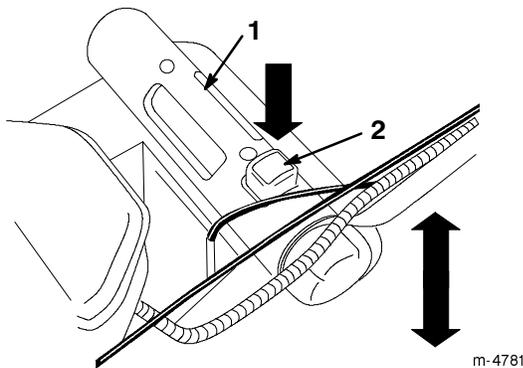

Bild 14
4. Drücken Sie die rote Taste am Schnitthöheneinstellgriff und halten sie gedrückt, um die Schnitthöhe nach oben und unten zu verstellen (Bild 14).